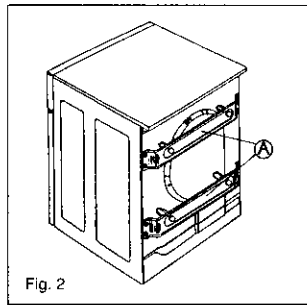

Fig. 2
3. Remettez la machine debout, le dos de l'appareil face à vous. Fig. 2 (traverses "A").